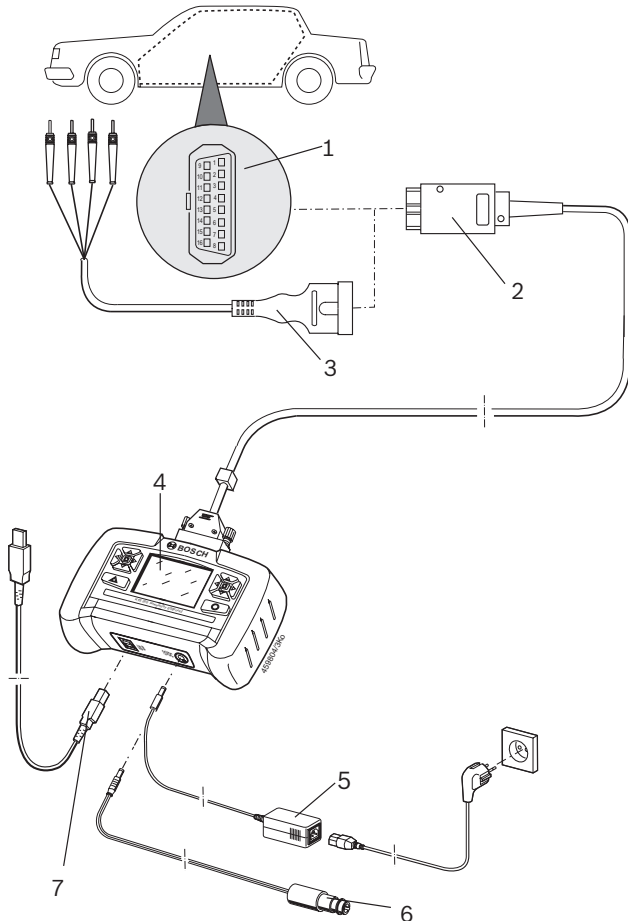

Fig. 3: Esquema de conexión del KTS 200
- el cable de diagnóstico OBD (Fig. 3, Pos. 2) o
- el cable de diagnóstico OBD y adicionalmente a través del cable de conexión UNI (Fig. 3, Pos. 3; accesorio especial) o